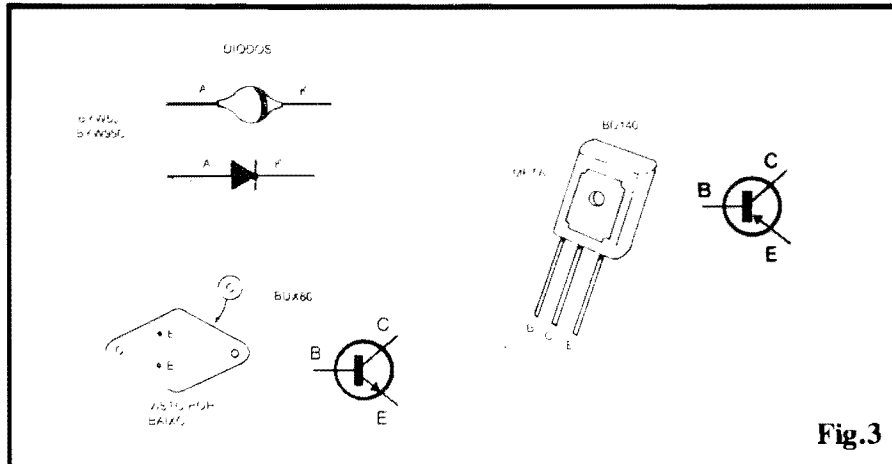

Fig. 3
- FIG. 3 - OS PRINCIPAIS COMPONENTES... - Alguns dos principais componentes do circuito são vistos na figura, em aparência, pinagens e símbolos esquemáticos. O transistor BD140 não é assim tão "desconhecido" da Turma... Já o BUX80 é "novidade", em A.P.E.... Sua "embalagem", contudo, é de um padrão conhecido, invólucro TO3, metálico, com a identi-